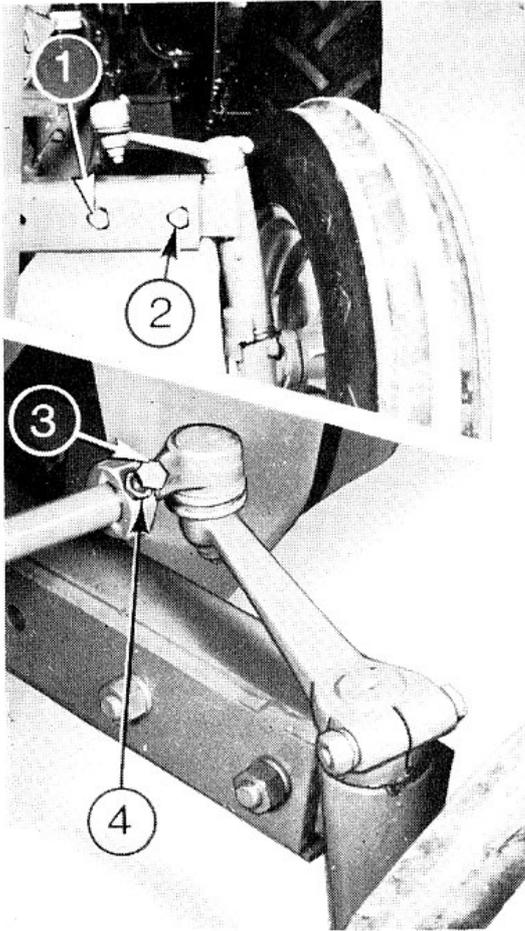

FIG. 30
2. (Fig. 30). Déposer les trois boulons (1 et 2) et écrous de chaque côté.
3. Déposer le boulon (3), et le contre-écrou (4) de chaque côté.